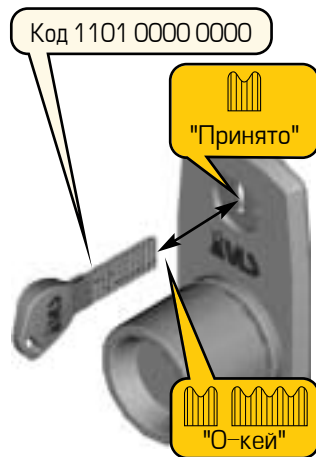

Рисунок 29 – Блокирование рабочего кода №2
2. Для блокирования рабочего кода №2 наберите на ключе код блокирования 1101 0000 0000 (рис. 29).